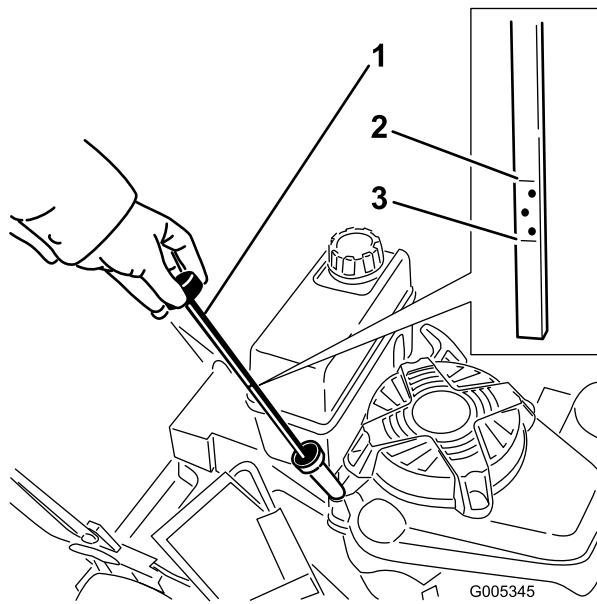

Figura 10
Prima di usare il tosaerba, verificate sempre che il livello dell'olio si trovi fra le tacche Add (rabboccare) e Full ( pieno) sull'asta di livello (Figura 10).
2. Pulite attorno all'asta di livello (Figura 10).
6. Rimuovete l'asta e controllate il livello dell'olio sull'asta (Figura 10).